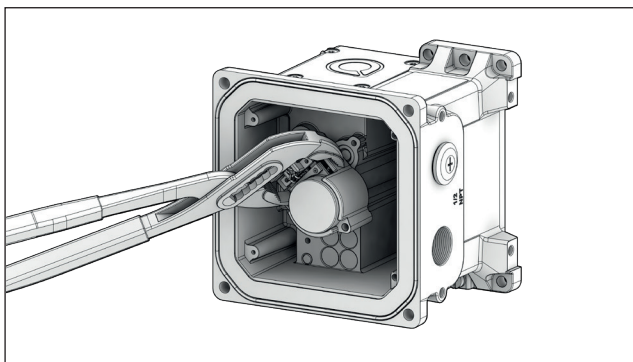

Fig. 98. NDX_511_ e NDX_512_ Puxando o pré-estágio com alicate.
- Puxe o pré-estágio cuidadosamente. Recomenda-se usar um alicate para agarrar as ranhuras nas laterais do pré-estágio. Tenha cuidado para não tocar nas partes móveis do pré-estágio. (Fig. 98)